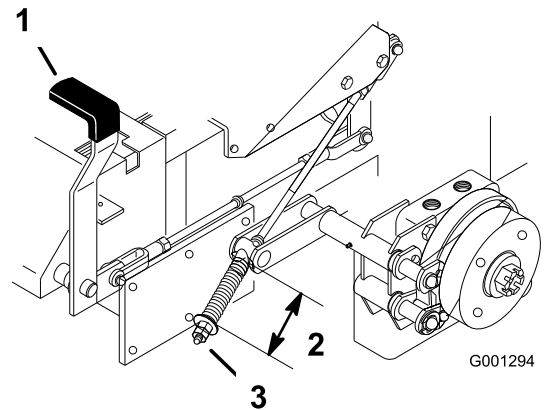

Figura 63
2. Mida la longitud del muelle. La medida debe ser de 64 mm (2½") entre las arandelas (Figura 63).
3. Si es necesario un ajuste, quite el freno de estacionamiento, afloje la contratuerca que está debajo del muelle y ajuste la tuerca que está directamente debajo del muelle (Figura 63). Gire la tuerca hasta obtener la medida correcta. Gire la tuerca en el sentido de las agujas del reloj para acortar el muelle y en el sentido contrario a las agujas del reloj para alargar el muelle.